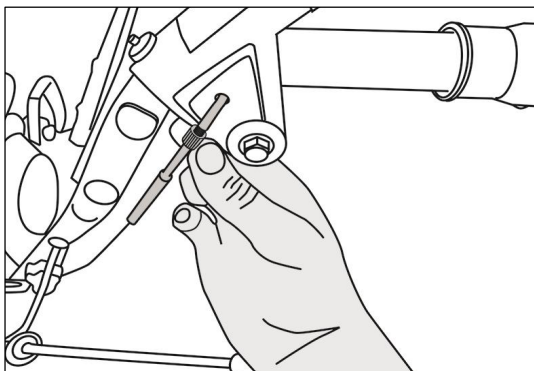

Рис. 8
5. Натяните тросы привода шнека и гусениц при помощи винта, закрутив его по часовой стрелке (рис.8).